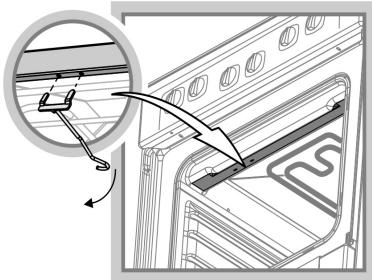

Рис. 10
- Повесить крючок (рис. 10)
- Установите крючок, для чего вставьте «усы» крючка в пазы верхней полки проема духовки и опустите крючок вниз (рис. 10).